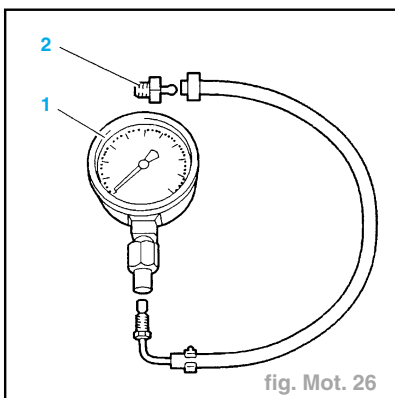

fig. Mot. 26
- Désaccoupler la durit (4) : utiliser une pince à collier (réf. : 4145-T).
- Déconnecter le manomètre (3).
- Déposer le manomètre de pression d'huile (3) ; à l'aide d'une douille de **22 mm** (réf. : 5709-TB2).
- Monter le raccord (2) (fig. Mot. 26).
- Monter le raccord (2) (figure Mot. 26).
- Brancher le manomètre (1) et son flexible sur le raccord (2).
- Accoupler les durits (2) (sur véhicules avec réfrigération).
- Désaccoupler les durits (2) (sur véhicules avec réfrigération).
- Déposer le manomètre (1) et son raccord (2).